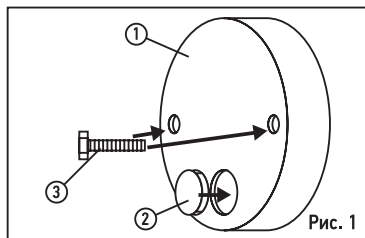

Рис. 1
- Установите уплотнитель (2) и крепежные винты (3) (входят в комплект) в основание светильника (1), Рис. 1.